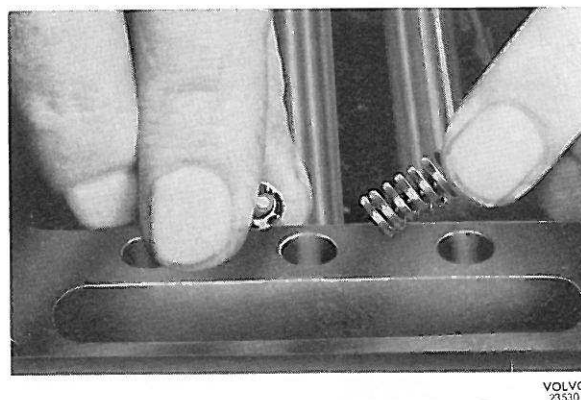

Figure 39. Mise en place des billes et ressorts de verrouillage
9. Poser en place les billes et les ressorts de verrouillage, voir figure 39. Fixer le couvercle de la boîte de vitesses. Essayer la boîte pour s'assurer du fonctionnement correct de toutes les vitesses.